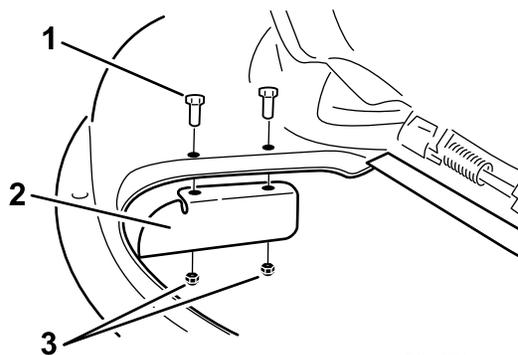

Figure 20
Remarque: Sur certains modèles, le déflecteur d'ouverture est déjà monté (Figure 20). Passez à la procédure suivante si un déflecteur d'ouverture est déjà monté.
1. Fixez le déflecteur d'ouverture avant au plateau de coupe avec deux boulons (5/16 x 3/4 po) et deux contre-écrous (5/16) (Figure 20).